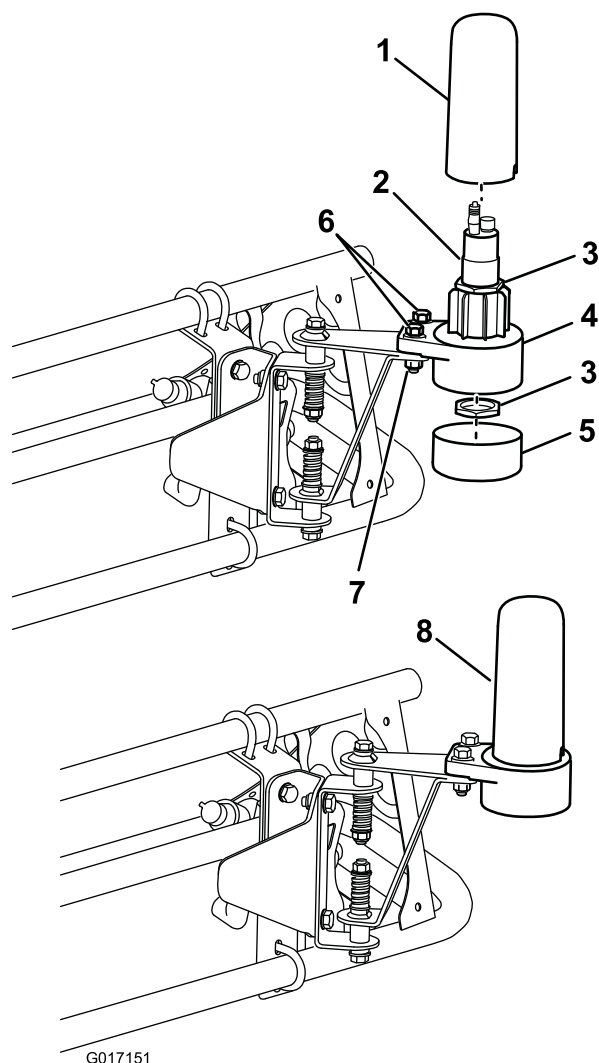

Figura 13
4. Instale el alojamiento inferior del sensor en los herrajes de montaje del sensor con 2 pernos (5/16 x 1-1/4 pulgada) y 2 contratuerzas (5/16 pulgada) (Figura 13).
6. Introduzca el sensor en la carcasa inferior del sensor, y sujételo con las 2 tuercas grandes suministradas con el sensor (Figura 13).
7. Instale el tapón y la tapa (Figura 13).